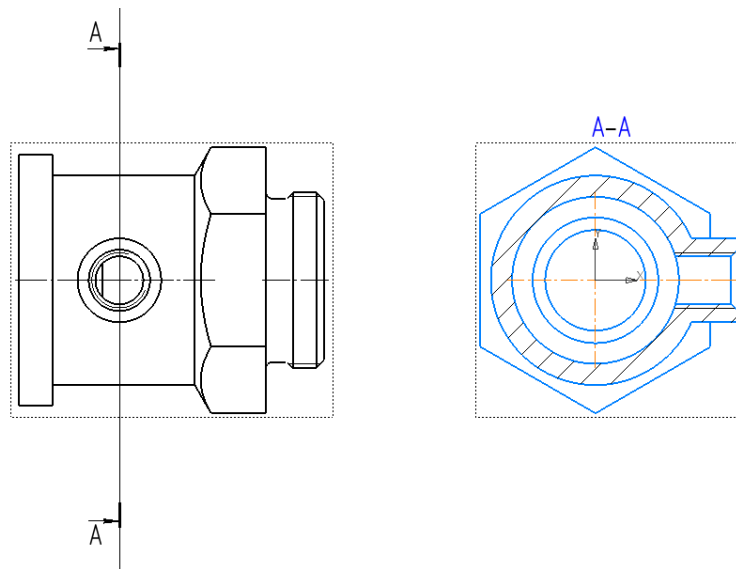

Рис. 22 Создание профильного разреза с помощью команды «Линия разреза/сечения»
- **Вид Спереди сделать активным.** Для выполнения профильного разреза в вкладке «Обозначения» инструментальной панели выбрать операцию «Линия разреза» (рис. 22)